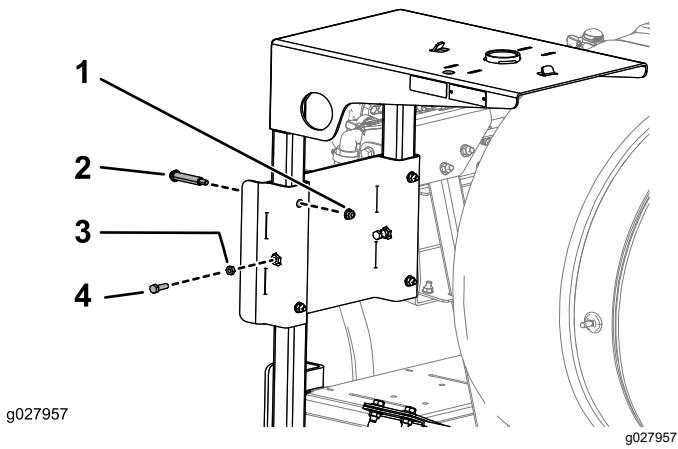

Bild 14
6. Setzen Sie den Trommelfachrahmen in die Schlitze in der Stützhalterung für das Trommelfach ein und befestigen Sie das Fach mit vier Ansatzschrauben, vier Bundmuttern (5/16"-18), zwei Schrauben (5/16"-18 x 1") und zwei Klemmmuttern (5/16"-18), wie in **Bild 14** abgebildet.